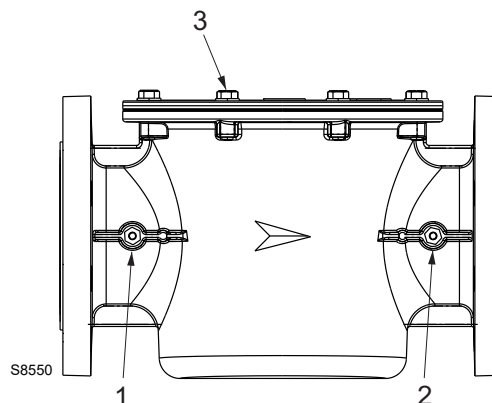

Fig. 13
Sustituir el elemento filtrante en caso de que Δp entre las tomas de presión 1) y 2)(Fig. 13) sea mayor de 10 mbar.
- desenroscar el tornillo de la tapa 3)(Fig. 13) y efectuar una limpieza cuidadosa del hueco del filtro;